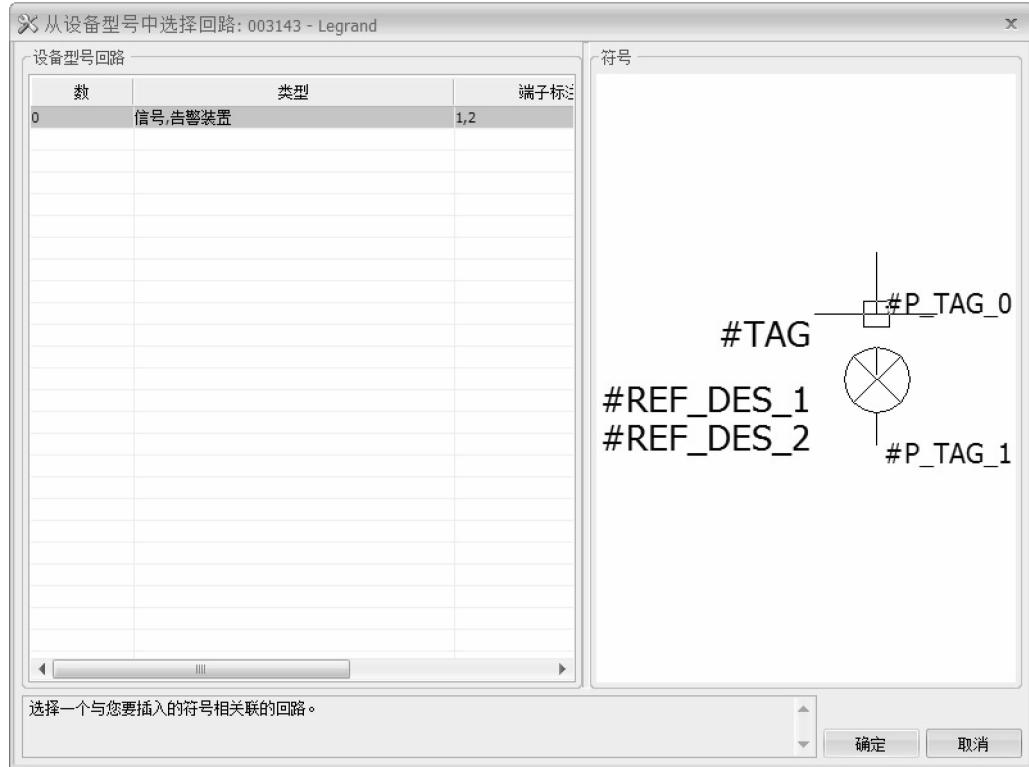
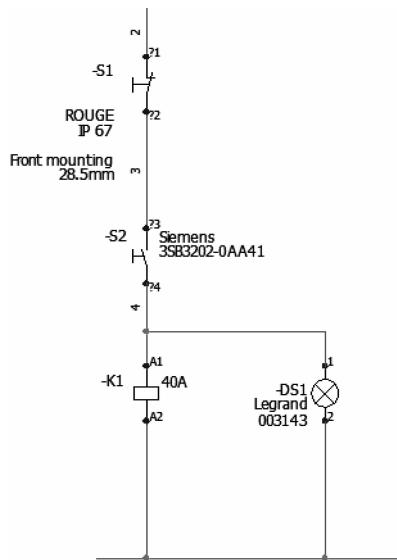

图 3-21 插入设备符号
图 3-22 连接设备
**步骤 10 插入设备符号** 右击设备 = F1-DS1，选择【插入符号】，选择【根据制造商的回路选择符号】并插入，如图 3-21 所示。选择回路，单击【确定】，插入符号到线圈的右侧。单击【绘制单线】，连接设备，如图 3-22 所示。